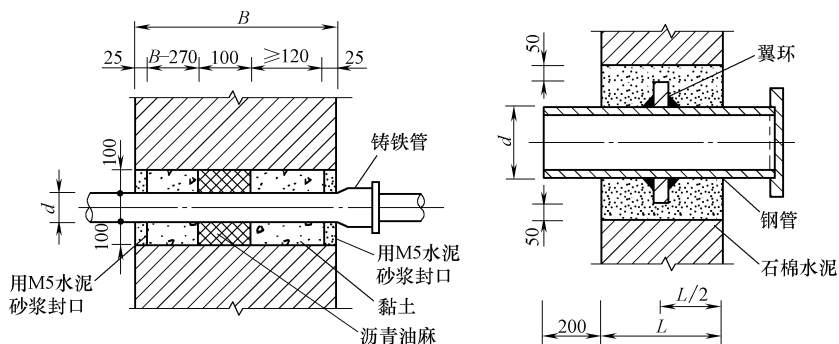

图 3-6 引入管穿过基础时的剖面图
(3) 引入管穿过承重墙或基础时,应预留孔洞,其孔洞尺寸应比实际管径大 2 号。管顶上部空隙不得小于建筑物的沉降量,一般不小于 0.1m,当沉降量较大时,应由结构设计人员提交资料决定。图 3-6 所示为引入管穿过基础的剖面图。